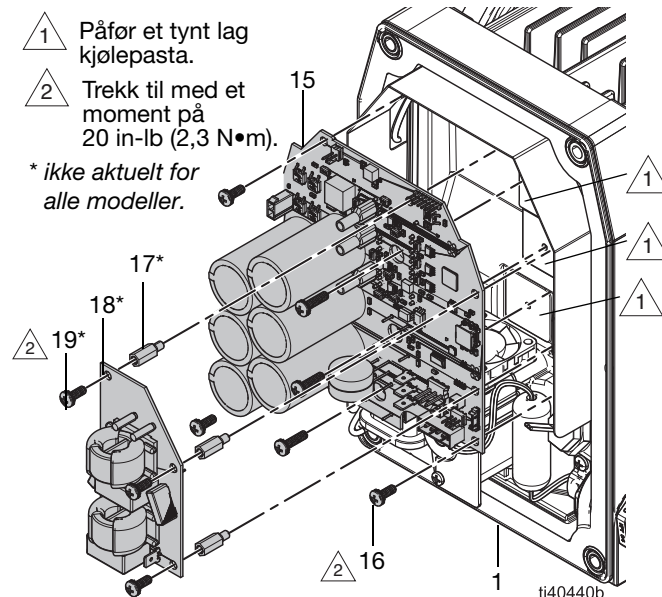

FIG. 16: Hovedkort og filterkort
2. Påfør hvis nødvendig et tynt lag kjølepasta der det er vist i FIG. 16.
3. Hold ledningene unna statorhuset (1) og sett hovedkortet (15) inn i statorhuset.
4. Hold hovedkortet (15) på plass. Installer samtidig festene på hovedkortet (16). Stram med et moment på 20 in-lb (2,3 N•m).
5. Hvis aktuelt installeres avstandsstykkene (79), filterkortet (18) og festene (19). Stram til festene (19).
6. Hvis aktuelt, koble til den brune strømkabelen (18) til L1 og blå kabel til L2 på hovedkortet. Se **Koblings skjema**, side 44.
7. Koble alle ledninger til hovedkortet (15) og filterkortet (18, hvis aktuelt). Se **Koblings skjema**, side 44.